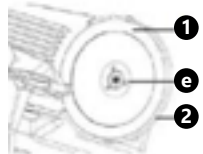

Fig. 7
- Pour retirer la lame, desserrez les 3 vis de fixation (e) avec un tournevis approprié (Fig. 7) et accrochez la lame avec précaution.